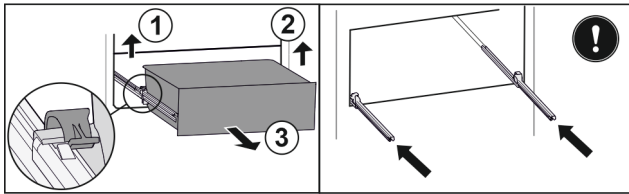

Fig. 109
- ▶ Sollevare il morsetto sinistro e allo stesso tempo tirare in avanti il cassetto sinistro. Fig. 109 (1)
- ▶ Sollevare il morsetto destro e allo stesso tempo tirare in avanti il cassetto destro. Fig. 109 (2)
- ▶ Rimuovere il cassetto tirandolo in avanti. Fig. 109 (3)